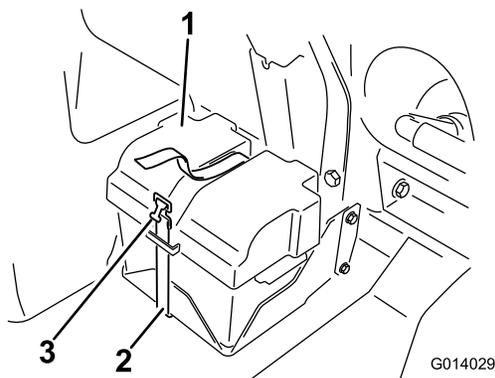

Figura 16
- Retire a cobertura da bateria (Figura 16) e desligue o cabo negativo da bateria.
- 10. Utilize a fita que prende a tampa da bateria à caixa da bateria (Figura 16).